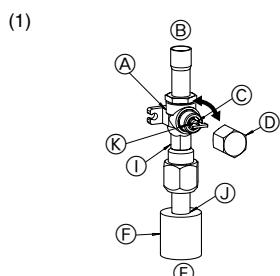
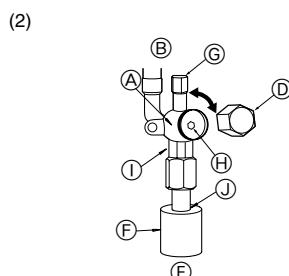

Fig. 4-5
Fig. 4-6
- (1) Lado do gás (Fig. 4-5)
- ① Remova a cápsula, puxe a alavanca na sua direcção e gire 1/4 de volta no sentido contrário aos ponteiros do relógio para abrir.
- ② Certifique-se de que a válvula de paragem esteja completamente aberta, empurre a alavanca e gire a cápsula de volta à sua posição original.
- (2) Lado do líquido (Fig. 4-6)
- ① Retire a tampa e rode a válvula para a esquerda o máximo que puder com uma chave sextavada de 4 mm. Pare de rodar quando esta alcançar o batente. (ø9,52: Aproximadamente 10 rotações)